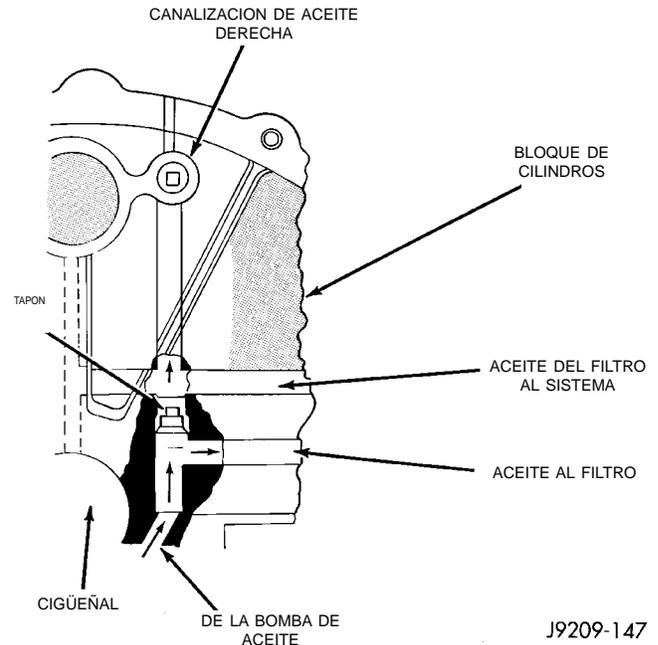

Fig. 67 Tapón de conducto de aceite
El tapón del conjunto de aceite está emplazado en el conducto vertical, en la parte trasera del bloque, entre los conductos de aceite al filtro y de aceite provenientes del filtro (Fig. 67). Si la instalación del tapón de aceite no es correcta o si se omite su colocación, la presión del aceite puede ser errática, baja o nula.
(1) Retire el conjunto de transmisor de presión de aceite de la parte trasera del bloque.
(2) Inserte un alambre de 3,175 mm (1/8 pulg.) o equivalente en el conducto.
(3) El tapón debe estar a 190,0-195,2 mm (7-1/2 a 7-11/16 pulg.) de la superficie maquinada del bloque (Fig. 67). Si el tapón está demasiado alto, utilice un tarugo plano apropiado para colocarlo correctamente.
(4) Si el tapón está demasiado bajo, retire el colector de aceite y la tapa del cojinete principal N° 4. Utilice un tarugo plano apropiado para colocarlo correctamente. Revista el diámetro externo del tapón